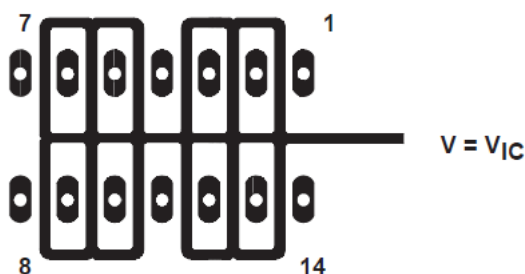
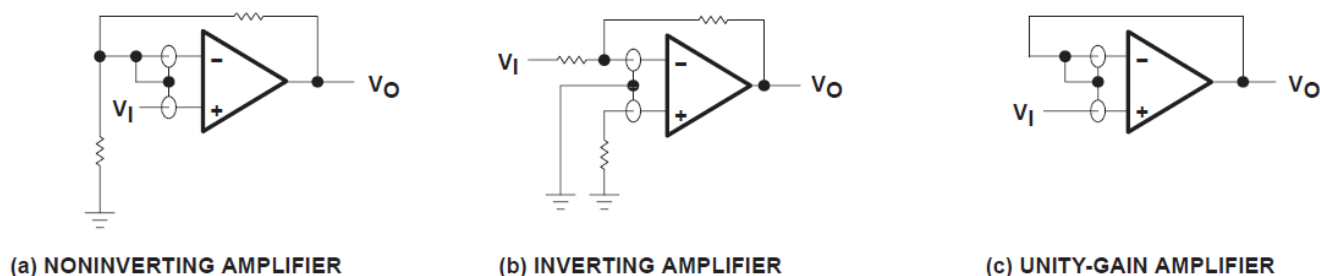

图 5-4. 器件输入端周围的隔离金属（J 和 N 封装）
图 6-3. 防护环方案
1. 将器件与其他潜在的泄漏漏源隔离。在设备输入端周围和之间使用接地屏蔽层（请参阅图 5-4）。否则可能流向输入端的泄漏电流被分流。
由于极高的输入阻抗和由此产生的低偏置电流要求，TLC274 和 TLC279 非常适合低电平信号处理；然而，印刷电路板和插座上的泄漏电流很容易超过偏置电流要求并导致器件性能下降。在输入端周围安装防护环 (类似于节 5 部分中的图 5-4) 是一种很好的做法。在与共模输入相同的电压电平下，必须从低阻抗源驱动这些防护装置 (请参阅图 6-3)。